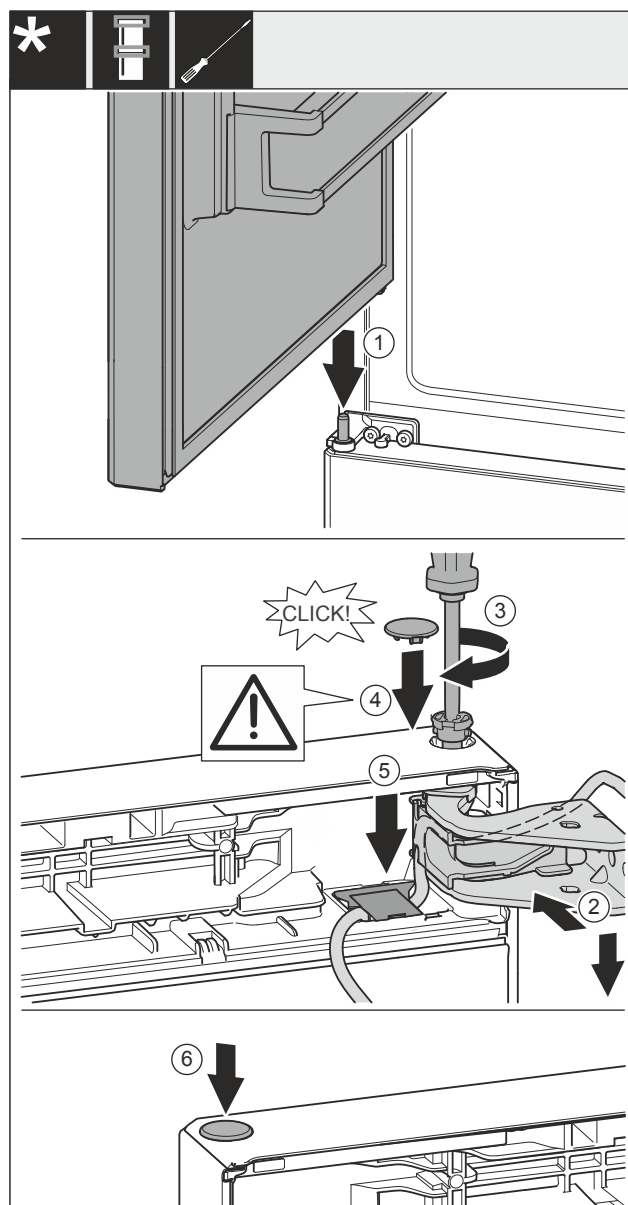

Fig. 38
- Posizionare la porta superiore sul cuscinetto di supporto centrale Fig. 38 (1).
- Allineare la porta superiore all'apertura nella staffa di supporto Fig. 38 (2).
- Inserire i perni Fig. 38 (3) e stringerli con un cacciavite.
- Inserire la copertura Fig. 38 (4).
- Controllare che la copertura Fig. 38 (4) poggi sulla porta.
- Inserire la copertura Fig. 38 (5) e spingere verso il basso, finché non si innesta.
- Inserire la copertura Fig. 38 (6).